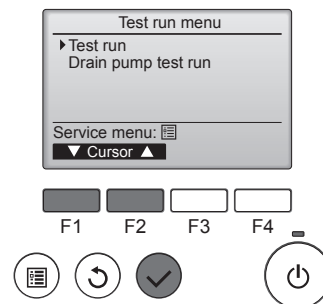

Fig. 7-2
- 2 Vælg "Test run" (testkørsel) fra Test run menu (testkørselsmenu), og tryk på knappen [VÆLG]. (Fig. 7-2)